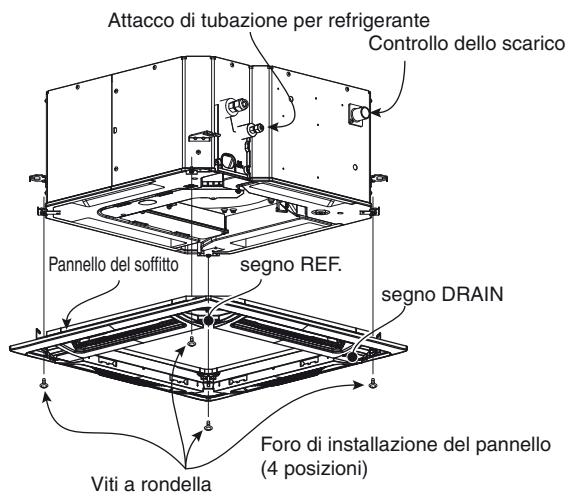

Fig. 7-8
- (2) Allineare i fori di installazione del pannello ed i fori di fissaggio delle viti dell'unità.
- (3) Stringere le viti con rondella in dotazione nelle 4 posizioni di fissaggio in modo che il pannello sia fissato bene a quest'unità. (Fig. 7-8)